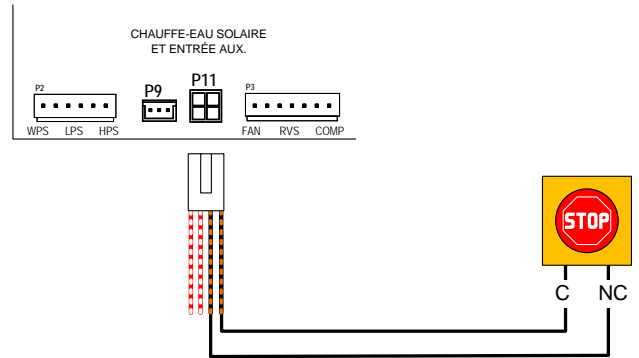

Figure 153. Câblage de l'entrée auxiliaire
2. A l'intérieur du boîtier de contrôle de l'appareil, connectez le câble à 2 fils à la borne « SOLAR » [P11] de la carte de contrôle à l'aide de l'adaptateur de faisceau « Solar Temperature Sensor/ Auxiliary Safety Input » fourni avec l'appareil dans la pochette d'accessoires. Veillez à n'utiliser que le fil orange avec des bandes noires pour relier le dispositif de sécurité externe. Consultez la Figure 153 pour plus d'informations.